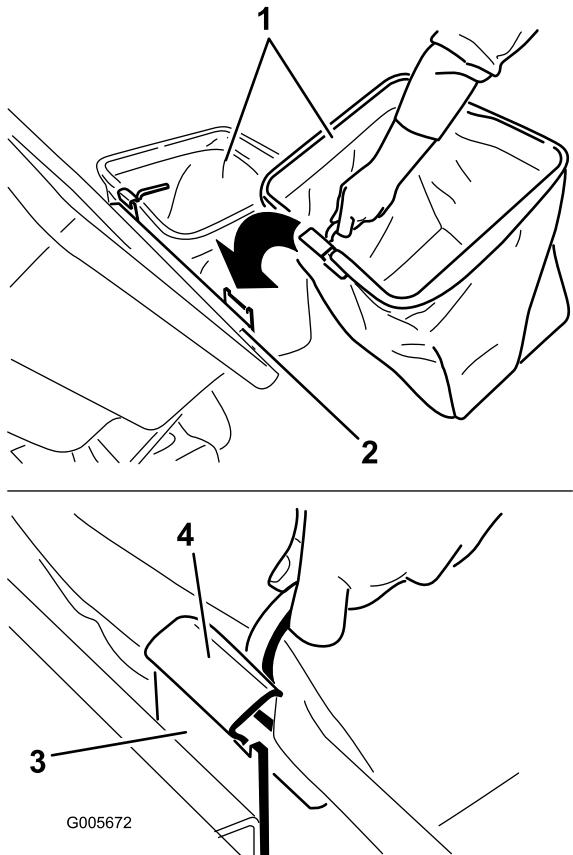

Figure 8
- Soulevez le couvercle et installez les bacs en glissant les crochets de l'armature sur les pattes de retenue (Figure 8).